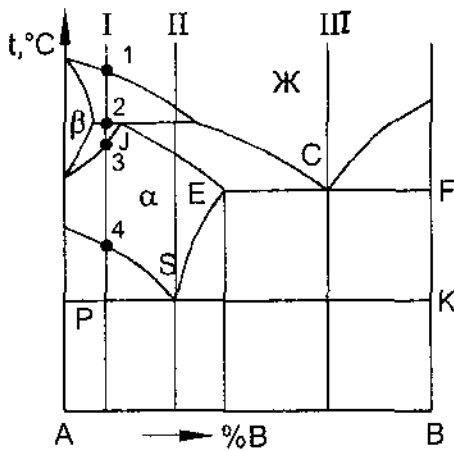

Рисунок 1
4. Какой состав имеет эвтектика (рисунок 1)?
1. Сколько ограниченных твердых растворов присутствует на диаграмме (рисунок 1)?